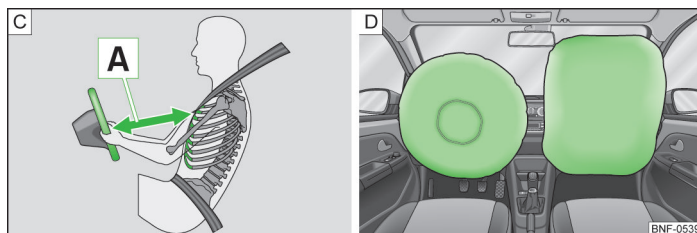

Fig. 92 Sikker afstand til rattet / Airbags fyldt med gas
Når airbaggene udløses, folder de sig ud foran føreren og forsædepassageren » Fig. 92 - [D]. Når føreren og forsædepassageren rammer de helt oppustede airbags, dæmpes deres bevægelse fremad, og risikoen for kvæstelse af hoved og overkrop reduceres.
- Det er vigtigt, at føreren og forsædepassageren holder en afstand på mindst 25 cm til henholdsvis rattet og instrumentpanelet **A** » Fig. 92. Hvis du ikke overholder minimumsafstanden, kan airbagsystemet ikke beskytte, som det skal – livsfare! Desuden skal forsæderne altid være indstillet korrekt, så de passer til kroppens størrelse.